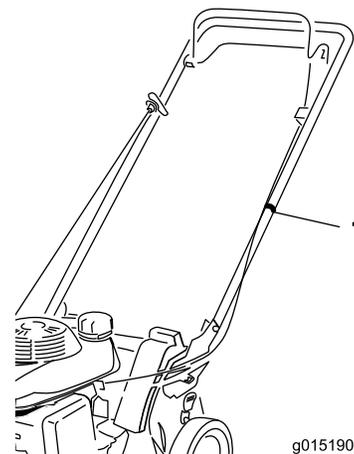

Figura 7
5. Sujete los cables sueltos al manillar (Figura 7) usando el sujetacables de la bolsa de piezas sueltas.